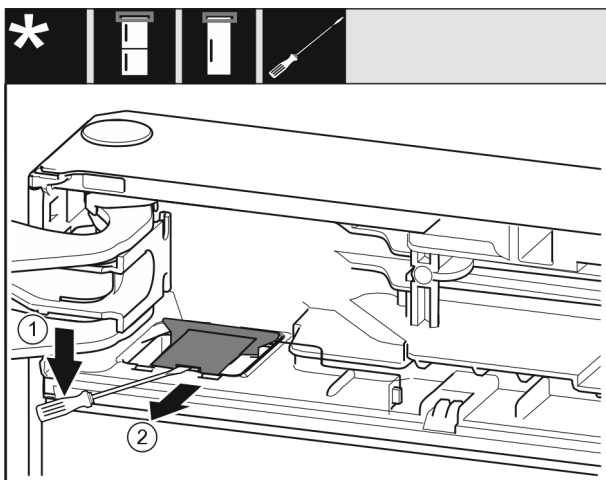

Fig. 7
- ▶ Klik afdækningen ud med en flad skruetrækker, og løft den af. *Fig. 7 (1)*
- ▶ Tag afdækningen af. *Fig. 7 (2)*